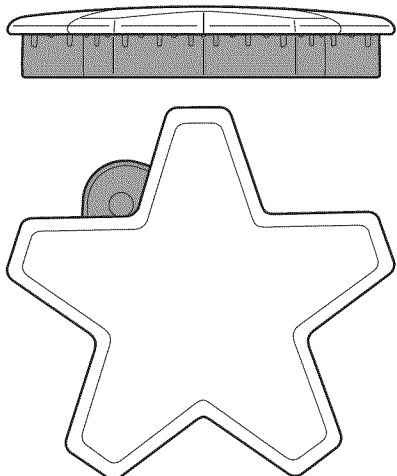
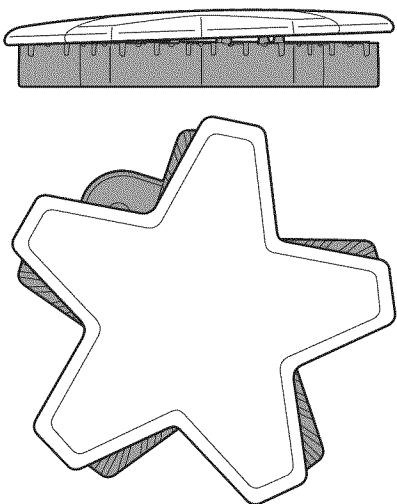

Figure 13 : Chapeau de brûleur correctement placé
Figure 14 : Chapeau de brûleur incorrectement placé
- Vérifiez chaque brûleur pour vous assurer qu'il n'y a pas d'espace entre le chapeau et la base du brûleur. Voir les *Figure 13* et *Figure 14* pour des exemples de chapeau de brûleur correctement ou incorrectement placés.
- Vous pouvez essayer de déplacer délicatement les chapeaux des brûleurs latéralement pour vous assurer qu'ils sont placés correctement sur leur base. Lorsqu'ils sont bien placés, les chapeaux des brûleurs sont droits sur la base et couvrent complètement la base du brûleur en forme d'étoile lorsque vous les regardez d'en haut, comme sur la *Figure 13*.
Chaque brûleur STAR comporte son propre allumeur électronique qui produit des étincelles lorsque le bouton est activé. Les brûleurs doivent s'allumer en 4 secondes ou moins. Si le brûleur ne s'allume pas, assurez-vous que le chapeau est correctement posé sur sa base (voir les *Figure 13*).